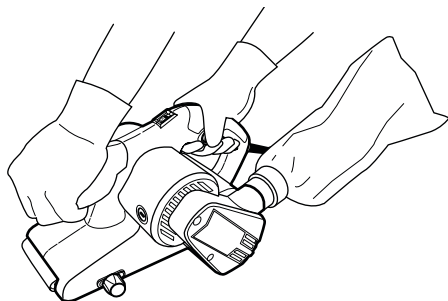

Fig. 15
- > Sujete el producto con una mano en la empuñadura frontal (1) y con la otra en la empuñadura trasera (5) (Fig. 15).